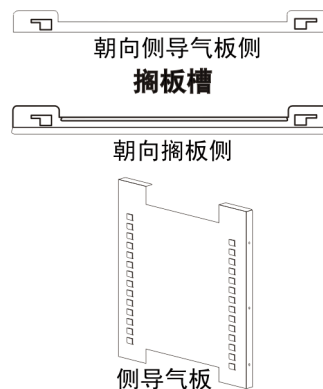

图 1-10. 搁板槽和侧导气板
1. 将侧导气板安装到培养室内，注意让挂片朝向培养室中央，让挂槽朝上。侧导气板不分左右，只要将其中一块旋转一下即可安装在对侧。在安装过程中，请稍微倾斜一下导气板，以使导气板上方滑入顶部导气板中，然后再将它们调整到垂直位。图 1-10 显示了一块侧导气板，按照图中显示的方向，它应该安装在培养室右侧。
2. 请参见图 1-10。请注意，搁板槽不分左右。